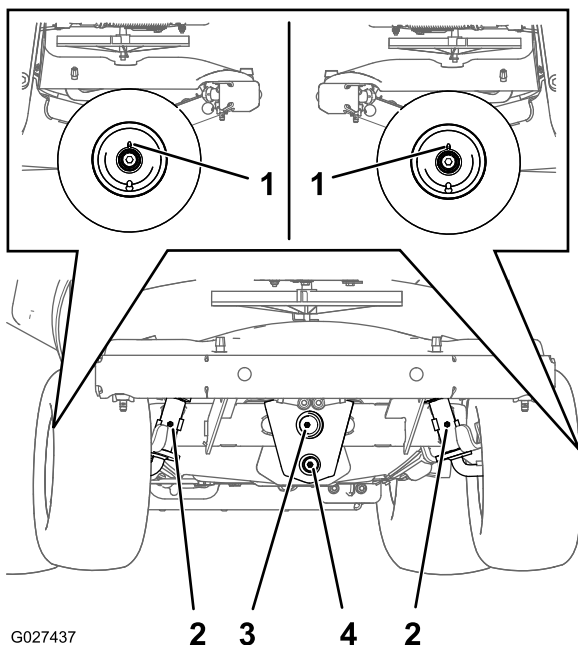

Figure 59
2. Essuyez les graisseurs avec un chiffon (Figure 59).
1. Roulements des roues (2) 3. Pivot d'essieu avant
2. Pivots de fusée (2) 4. Pivot de commande de direction
3. Raccordez une pompe à graisse aux graisseurs (Figure 59).